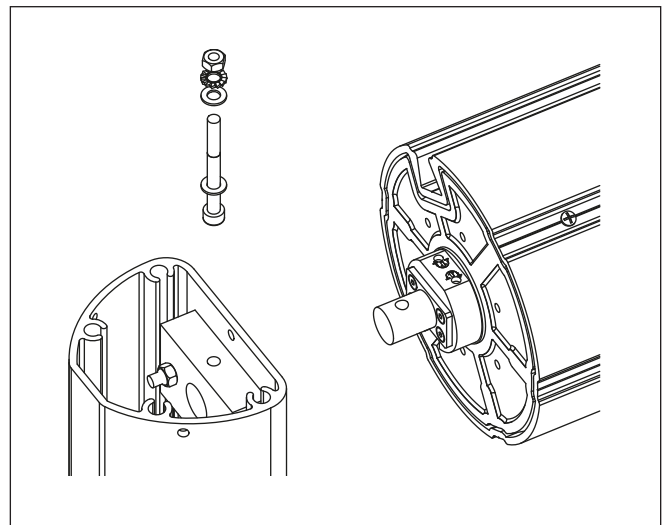

Abb. 6
3.1 Montage der Wickelwelle auf die Pfosten (Abb. 6)